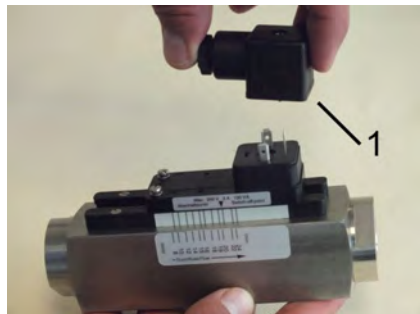

Abb. 22: Steckerdose abziehen
2. Ziehen Sie die Steckerdose (Abb. 22/1) ab